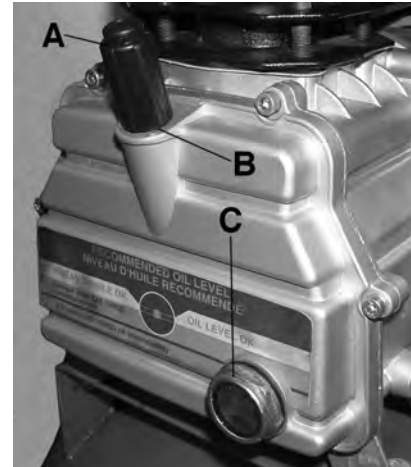

FIGURE 7
Pour changer d'huile, écoutez l'huile du boîtier en dévissant le niveau d'huile (C) Fig.7. Une fois que l'huile est complètement écoulé, revissez le niveau d'huile en place. Pour remplir le boîtier d'huile, dévissez et retirez le capuchon d'aération d'huile (A), videz l'huile à compresseur (approx. 450ml d'huile SAE 10W30 ou SAE 10W20 sans détergent) dans l'ouverture (B) jusqu'à ce que le niveau d'huile (C) est centré avec le point rouge. Remplacez le capuchon d'aération d'huile (A).